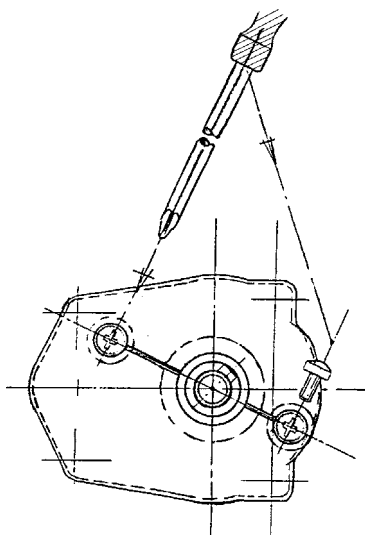

Figure 4
1. Démonter le couvercle centreur de la came. (fig.4)